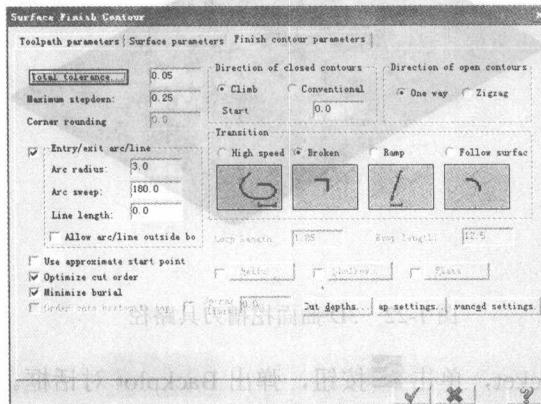

图 1-25 等高外形参数
⑤ 单击曲面等高外形刀路中 Finish contour parameters 对话框, 参数设置如图 1-25 所示。Z 方向每次最大下刀步距取 0.25mm。